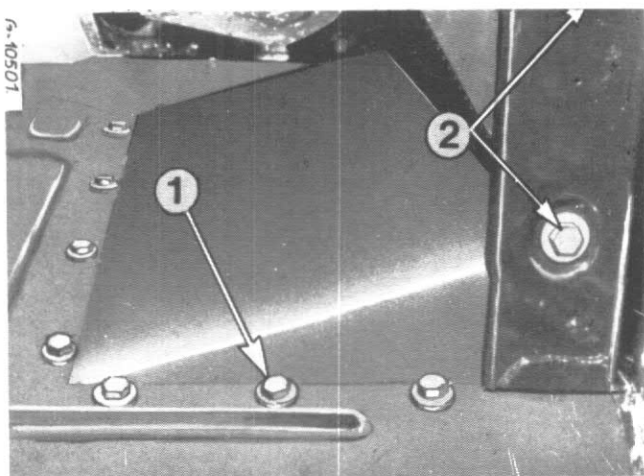

Fig. 36
21. Oter les boulons (1 et 2, Fig. 36)